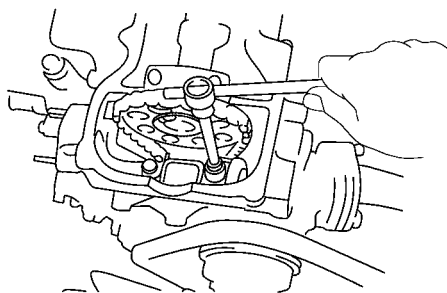

图 1-12 先拧下缸盖正面上的两个螺栓
1) 在旋下其他缸盖螺栓之前, 先旋下缸盖正面上的 2 个螺栓, 如图 1-12 所示。